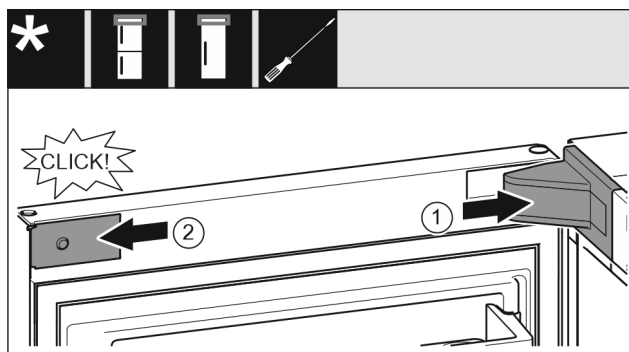

Fig. 22
- ▶ Namestite pokrov ležajnega podstavka Fig. 22 (1) in ga zaskočite, po potrebi ga previdno potisnite narazen.
- ▶ Namestite zaslonko Fig. 22 (2) in jo zatakните.